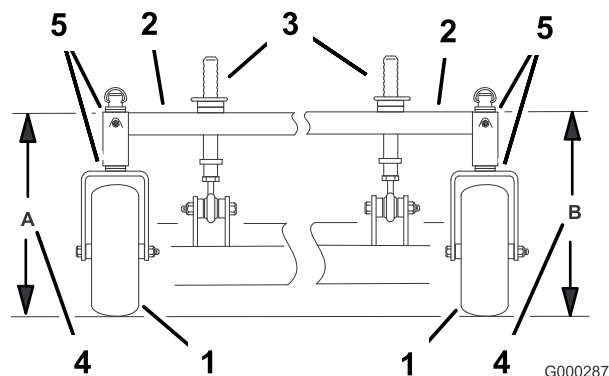

Figure 55
5. Mesurez la hauteur du bâti porteur au point B (Figure 55).
4. Mesurez la hauteur du bâti porteur au point A (Figure 55).